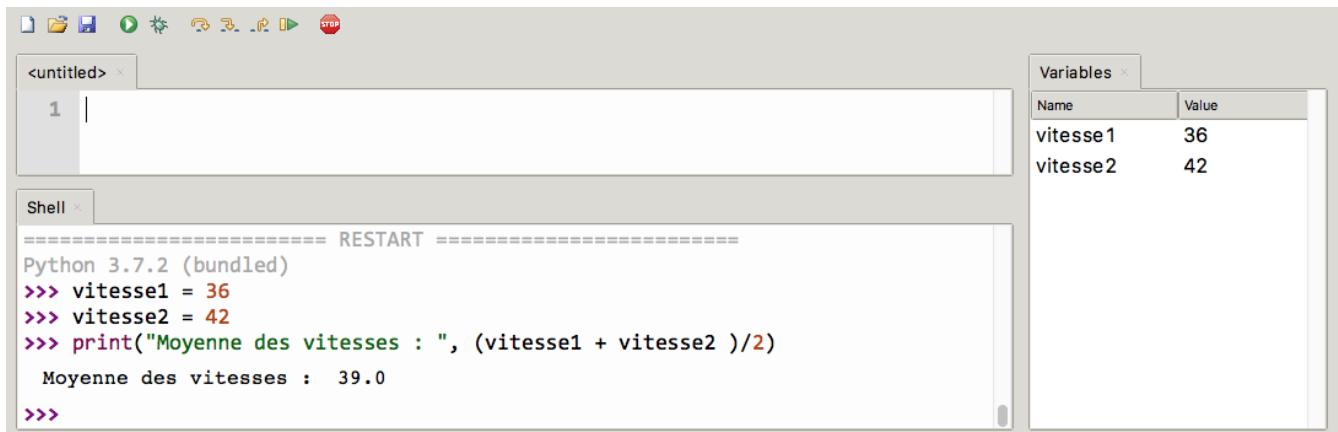

FIGURE 5 – L'IDE Thonny
Thonny propose deux fenêtres, voir figure 5 :
- Q.3: Dans la console, saisir les trois lignes successivement, comme fait sur la figure 5, et remarquer l'apparition des variables, puis l'affichage du résultat.